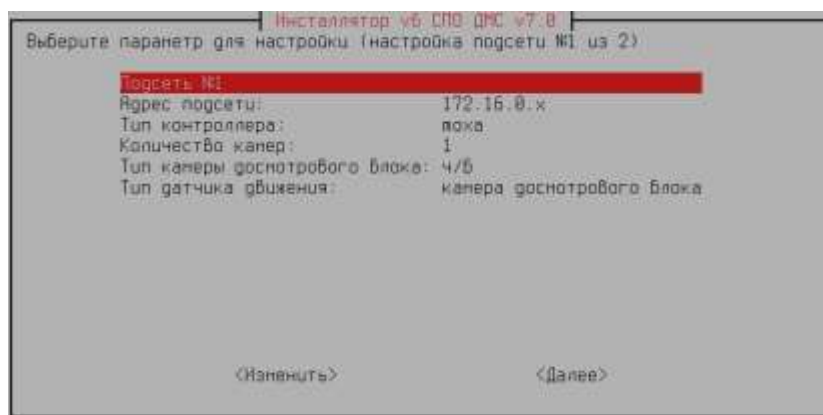

Рисунок 18 — Установка дополнительных параметров вычислителя
5) Данные по IP-подсети, количеству камер распознавания номеров и типу используемого серверов последовательных интерфейсов необходимо указать для каждого проезда (Рисунок 18):